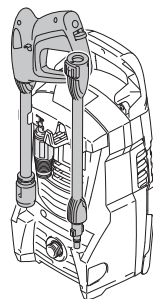

Fig. 31
6. Guarde los accesorios en la parte posterior y en los compartimentos previstos a tal efecto en la máquina (Fig. 31).